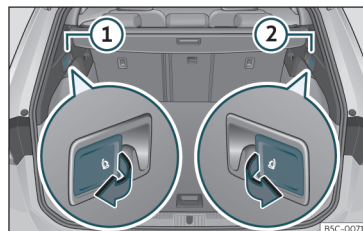

Fig. 112 En el maletero: palancas para desbloqueo del respaldo trasero.
- Tire de la palanca de desbloqueo a distancia de la parte izquierda >>> **fig. 112** ① o derecha ② del respaldo en el sentido de la flecha. La parte desbloqueada del respaldo trasero se abate automáticamente hacia delante.